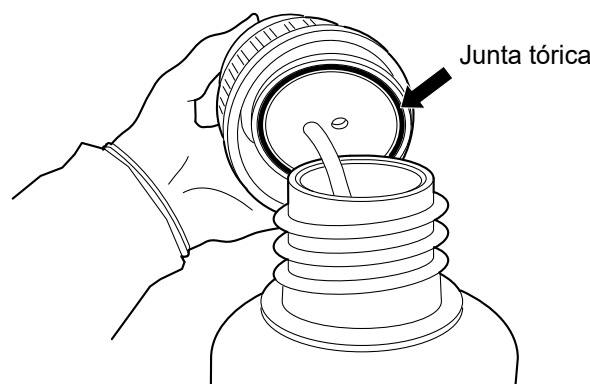

Figura 8-16 Comprobación de la junta tórica del frasco para residuos
9. **Junta tórica:** antes de volver a colocarla, inspeccione la junta tórica ubicada en el interior del tapón del frasco para residuos para comprobar que no contiene detritos. Consulte la Figura 8-16.